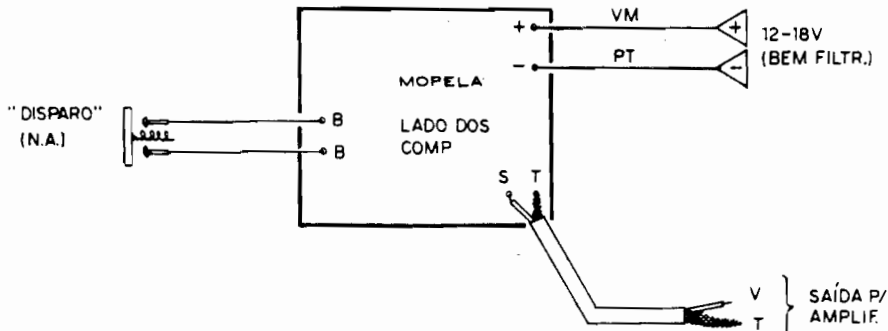

Fig. 4
- FIG. 4 - CONEXÕES EXTERNAS À PLACA - Embora simples e direta, as ligações externas à placa exigem a mesma dose de atenção e cuidado requerida para a colocação/soldagem dos componentes (figura anterior...). Observar, principalmente, a polaridade da alimentação (aos pontos "+" e "-"...), lembrando sempre que é bom codificar os fios com a "velha" norma da cor vermelha para o positivo e preta para o negativo... O cabo de saída, tipo blindado/mono, deve ser ligado aos pontos "S-T" com atenção para a identificação dos condutores "vivo" (interno) e "terra" (malha metálica...). Aos pontos "B-B" são ligados os fios que vão aos terminais do interruptor momentâneo, tipo Normalmente Aberto, cuja